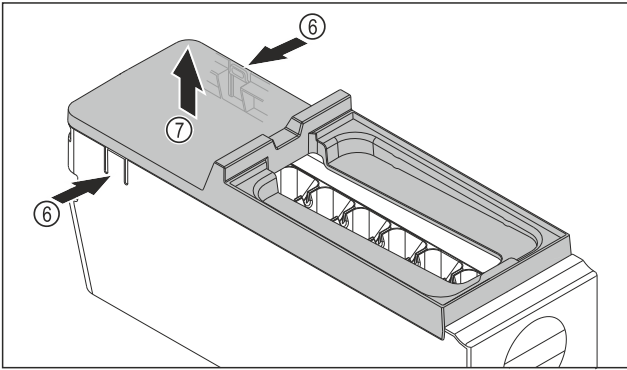

Fig. 79
- ▶ EasyTwist-Ice gövdesinin kapağını çıkarın: Kulakları Fig. 79 (6) EasyTwist-Ice gövdesinin iki kenarından bir elinizle çıkarın.
- ▶ Kapağı Fig. 79 (7) diğer elinizle yukarı doğru çıkarın.